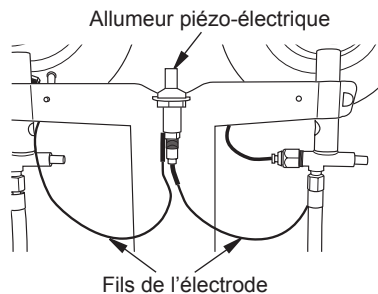

Figure 4 - Fixation des fils de l'électrode à l'allumeur piézo-électrique
5. Attachez les fils de l'électrode à l'allumeur piézo-électrique comme l'illustre la figure 4.